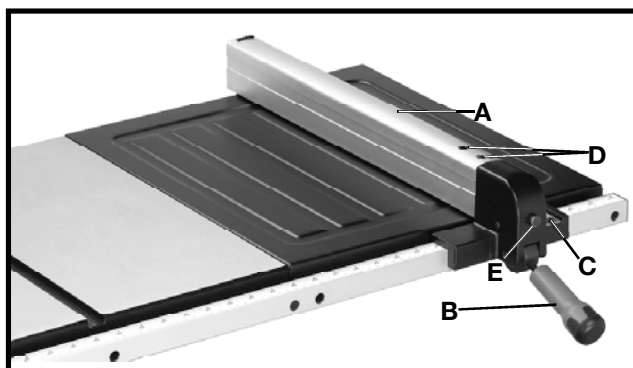

Fig. 40
1. To move the rip fence (A) Fig. 40, along the table, lift
1. Para mover la guía de corte longitudinal (A), Fig. 40, a lo largo de la mesa, levante la palanca de bloqueo de la guía (B), deslice la guía a la ubicación deseada en la mesa y presione la palanca de bloqueo de la guía (B) para trabar la guía en su lugar.
2. Se proporciona un indicador para verificar la distancia entre la guía y la hoja de la sierra. Si se necesita ajustar el indicador, afloje el tornillo (C), Fig. 40, que ajusta el indicador al soporte de la guía y ajuste el indicador como corresponde. A continuación, ajuste el tornillo (C).
7. Afloje los dos tornillos (D), Fig. 40, y levante la palanca de bloqueo (B). Mientras sostiene el soporte de la guía firmemente hacia el frente de la sierra, mueva la parte posterior de la guía (A) hasta que quede paralela a la ranura del calibrador de inglete. Ajuste los dos tornillos (D) y empuje la palanca de bloqueo hacia abajo (B).
8. La acción de sujeción de la guía (A), Fig. 40, puede ajustarse si levanta la palanca de bloqueo (B) y gira el tornillo (E) en el sentido de las agujas del reloj para aumentar la acción de sujeción de la guía o en el sentido contrario de las agujas del reloj para disminuirla.